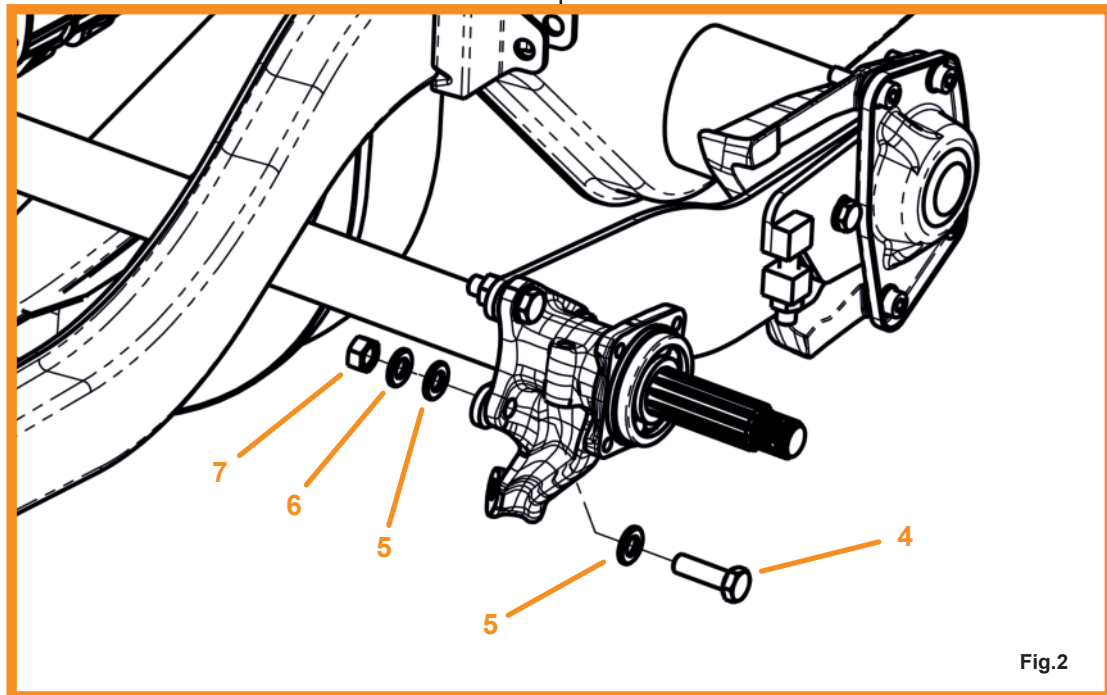

Fig.2
Attach the axle tubes to the spring plates by using three of the supplied M12x1.5x40 bolts along with two washers, a safety washer and a nut on each bolt. (see Fig. 2).
- Richten Sie das Achsrohr und das Drehstabschwert zueinander aus. Verwenden Sie auf jeder Seite drei der mitgelieferten M12x1,5x40 Sechskantschrauben zusammen mit jeweils zwei Unterlegscheiben, ein Federring und eine M12x1,5 Mutter (Fig. 2). Die Langlöcher im Drehstabschwert dienen der Einstellung der Vorspur an der Hinterachse. Bevor Sie die Schrauben festziehen, stellen Sie die Vorspur in etwa auf Null oder leicht positiv ein. Das Anzugsdrehmoment beträgt 110 Nm.